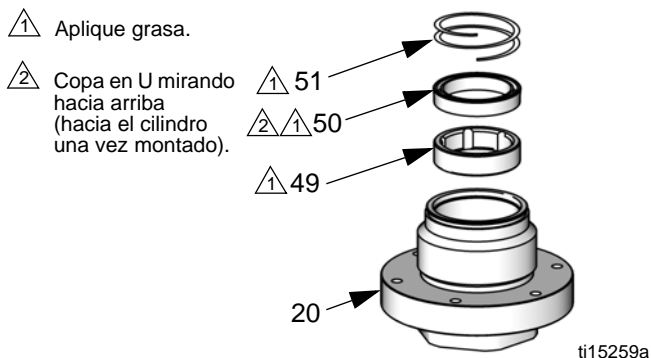

Fig. 11. Junta de copa en U del cuello
13. **Modelos con copa en U:** Utilice un extractor de juntas tóricas o alicates para retirar la abrazadera de resorte (51), la copa en U (50), y el cojinete (49). FIG. 11, página 15.
14. Retire y deseche la junta tórica superior de la tuerca del prensaestopas (2) y la junta tórica inferior (21).
15. Coloque la parte hexagonal de la varilla de pistón (31) en un torno de banco. Utilice una llave hexagonal de 1/2 pulg. para retirar la tuerca con paso de flujo (44) de la parte inferior del pistón (45).
16. Retire la junta tórica (32) y el asiento (46). Retire del torno de banco y extraiga por el extremo la bola de retención (47).